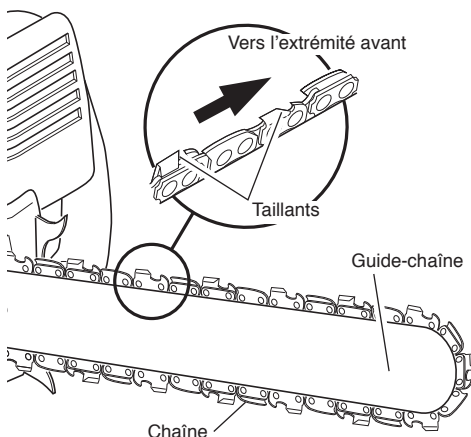

Figure 22 - Orientation appropriée de la chaîne
3. Faire passer la chaîne autour du pignon, dans la rainure supérieure du guide-chaîne, puis autour de l'extrémité de ce dernier (voir la Figure 22).
Note : S'assurer que les taillants de la chaîne sont orientés dans la direction appropriée. Placer la chaîne de sorte que les taillants sur le dessus du guide-chaîne pointent en direction de l'extrémité avant du guide-chaîne (voir la Figure 22 ainsi que l'indicateur sur le couvercle latéral de la tronçonneuse).